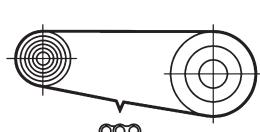

Рис. 22: Определение требуемой длины цепи
- 2 | Вньите новую цепь из упаковки и разместите на большой передней и большой задней звездах, как показано на рис. 22.